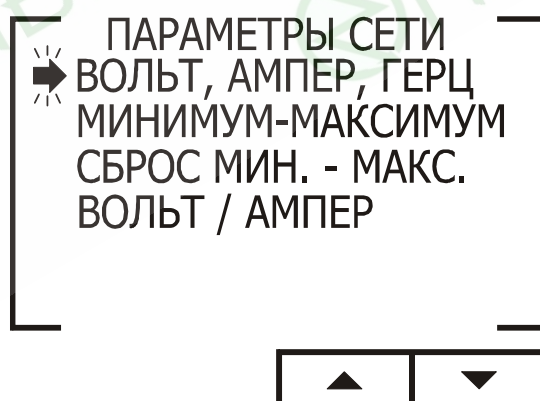

Рис. 18
2. Нажмите кнопку «Enter». На дисплее появится экран настройки режима отображения значений напряжения, тока и частоты сети (рис. 18):